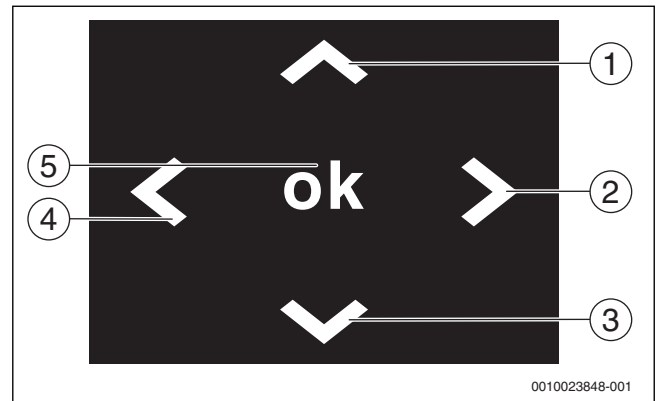

Bild 13 Übersicht über Bedienelemente
- ▶ Durch navigieren über die Pfeiltasten (→Bild 13) entsprechenden Menüpunkt auswählen.